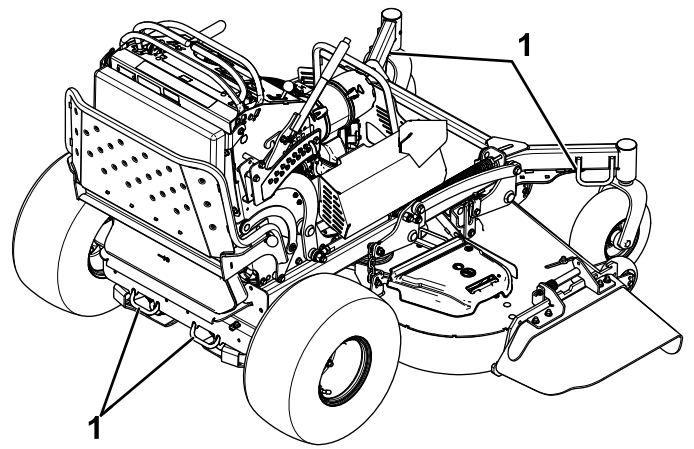

Figura 31
7. Amarre la máquina junto a las ruedas giratorias delanteras y el guardabarros trasero con correas, cadenas, cables o cuerdas (Figura 31). Consulte la normativa local respecto a los requisitos de amarre.